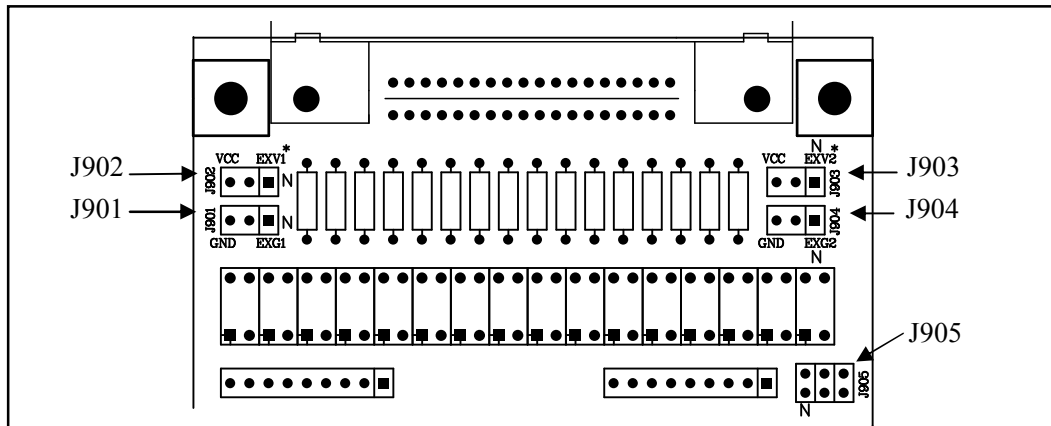

图 9-9 跳线在 HANDLER 板上的位置
HANDLER 接口板上的跳线用来选择分选输出信号及控制信号是使用内部电源还是外部电源，并根据电源电压选择触发信号 (TRIG) 的限流电阻。表 9-5 是对每个跳线 (J901-J905) 的描述，它们在接口板上的位置如图 9-9 所示。
- ☞**提示：**在表 9-5 和图 9-9 中，“N”表示出厂时默认的跳线设置。
在图 9-9 中，J901 和 J902 用于选择分选输出信号的电源，J903 和 J904 用于选择控制信号的电源，J905 用于选择触发限流电阻。